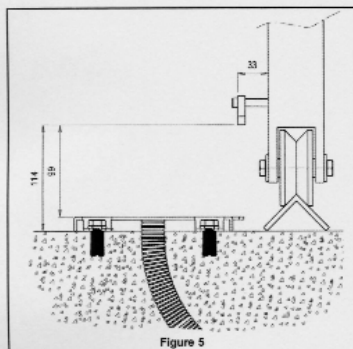

Figure 5
- Se référer à la fig. 5 pour ce qui concerne la hauteur.
ATTENTION: s'il y a une crémaillère, respecter scrupuleusement les valeurs (fig. 5) pour permettre ensuite d'insérer correctement le pignon dans la crémaillère.